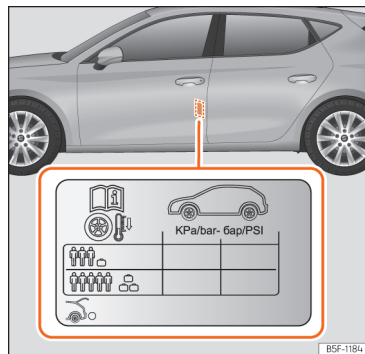

Fig. 234 Localização do autocolante da pressão de ar dos pneus.
- Adapte a pressão dos pneus à carga transportada pelo veículo »» Fig. 234.
Os valores da pressão de enchimento indicam-se na etiqueta autocolante situada na zona posterior da moldura da porta dianteira esquerda »» **Fig. 234.**
A pressão dos pneus tem de ser ajustada à carga momentânea do veículo. Se pretender utilizar o veículo com a carga máxima, terá de aumentar a pressão dos pneus para o valor máximo indicado na etiqueta »» **Fig. 234.**
No caso de uma roda de emergência mais estreita (125/70 R16 ou 125/70 R18), encher a 4,2 bar de pressão segundo indicado na etiqueta de pressão dos pneus »» **Fig. 234.**
- O condutor é responsável por garantir que todos os pneus do veículo estejam cheios com a pressão correta. A pressão de ar recomendada é indicada num autocolante »» **Fig. 234.**
- Com os pneus a frio, deverá manter-se sempre a pressão indicada no autocolante »» **Fig. 234.**